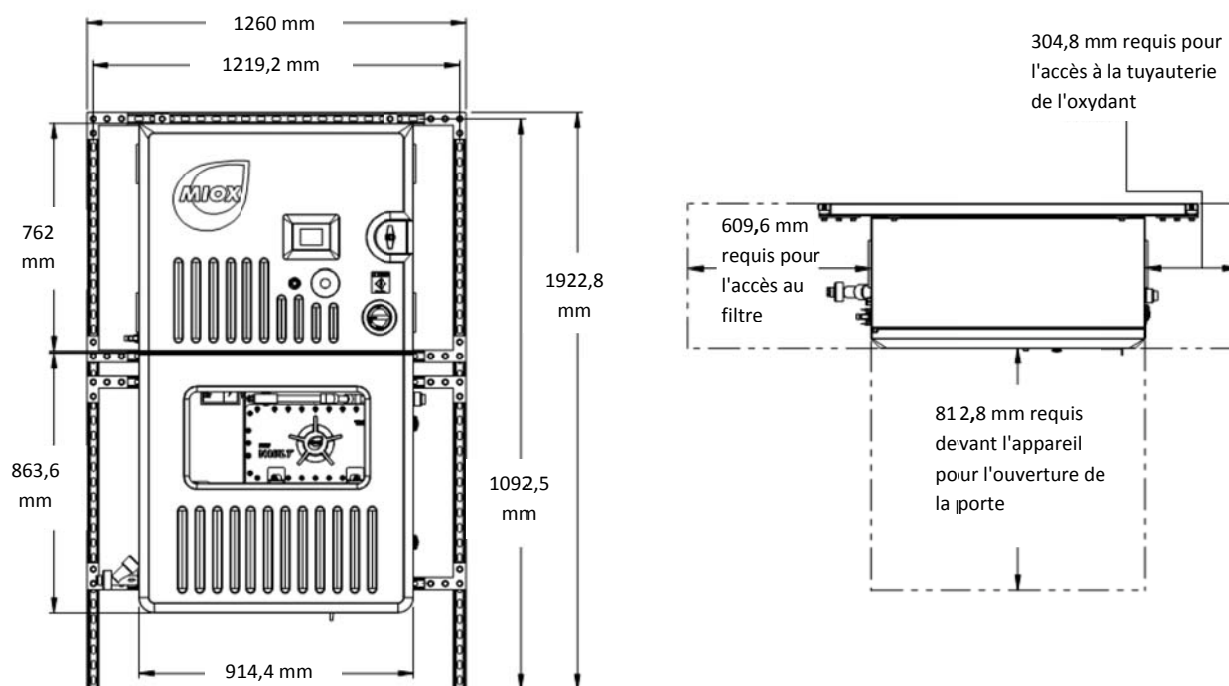

Figure 1-1. Montage ECO-MX et configuration de l'espace
Un espace approprié au sol et au mur doit être identifié pour accueillir les ECO-MX. Un dégagement suffisant de l'espace de travail (figure 1-1) doit également être prévu. L'appareil fait 91,4 cm de large sur 44,5 cm de profondeur et 162,6 cm de haut. Un dégagement avant de 81,3 cm, un dégagement latéral de 30,5 à 61 cm et un dégagement à partir du sol de 25,4 cm sont nécessaires pour garantir l'accès au filtre à saumure. La configuration de montage standard utilise une structure préassemblée qui se monte directement au mur. Les montants verticaux de cette structure sont espacés de 121 cm en vue de faciliter l'accès pour un montage mural. Voir figure 1-1 pour les détails sur les exigences en matière de dégagement et de montage.
1. Montage mural : structure pré-fabriquée, avec un espace de 122 cm entre les endroits prévus pour le montage (CONFIGURATION STANDARD - voir figure 1-1 pour les détails concernant le montage)